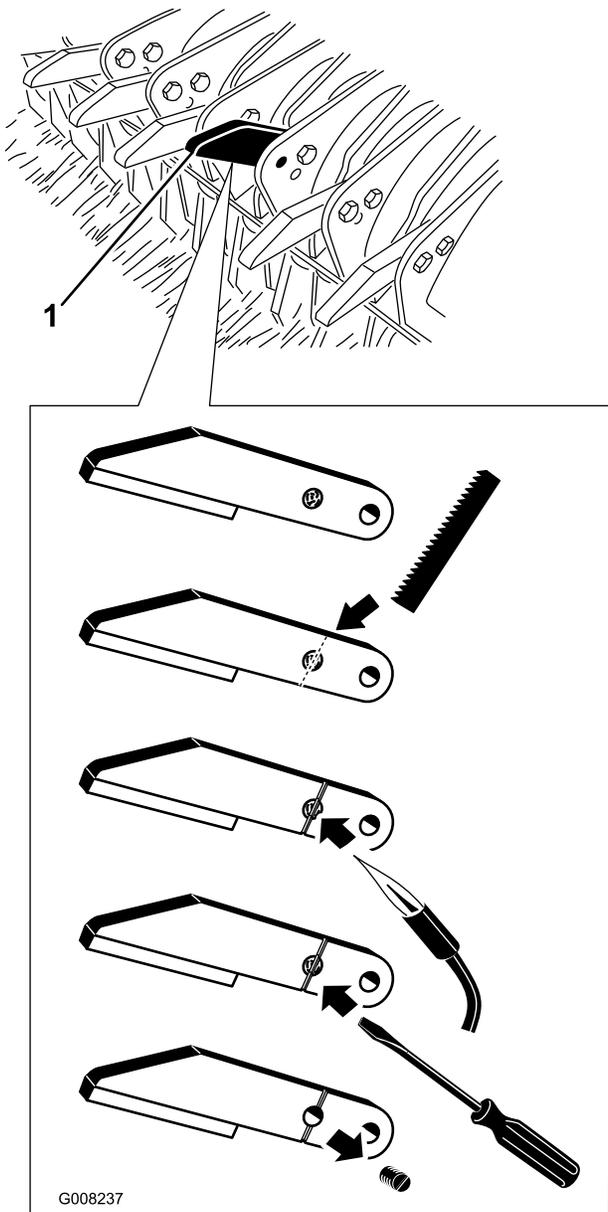

Figure 38
1. Enlevez le boulon cisailé qui fixe l'extrémité du hacheur à la lame (Figure 38). Déposez l'extrémité du hacheur de la lame.
2. À l'aide d'une scie à métaux, entaillez l'extrémité cisailée du boulon et l'extrémité du hacheur (Figure 38). L'entaille doit être suffisamment profonde pour recevoir un tournevis à lame droite.
3. Lorsque l'entaille est faite, chauffez le boulon cisailé au chalumeau pour amollir le Loctite (Figure 38).
4. Lorsque le Loctite est ramolli, dévissez le boulon cisailé hors de l'extrémité du hacheur (Figure 38).